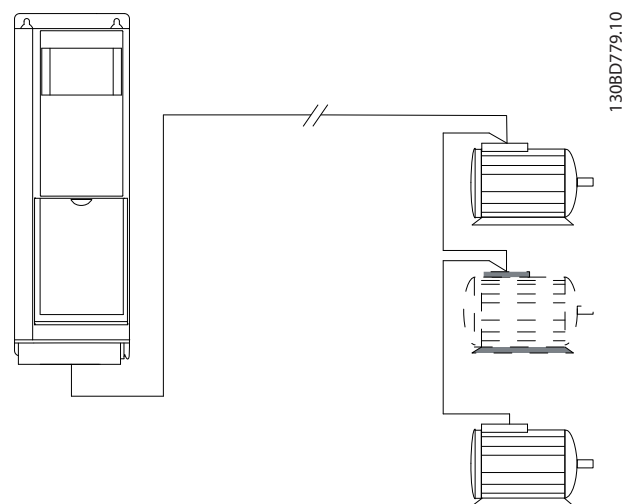

Abbildung 3.21 Lange Kabel in Reihenschaltung
- Für lange Kabel ohne parallelen Anschluss, siehe *Abbildung 3.21*.